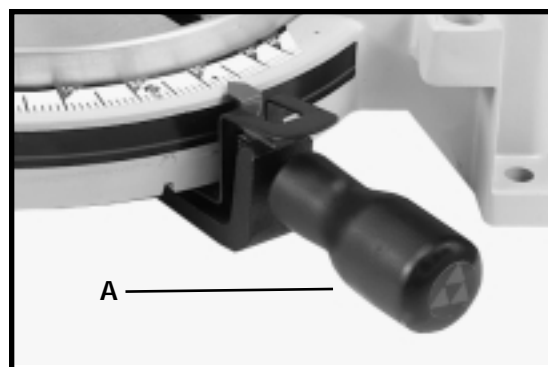

Fig. 15
IMPORTANT : TOUJOURS SERRER LA POIGNÉE DE VERROUILLAGE (A) FIG. 15, AVANT DE COUPER.